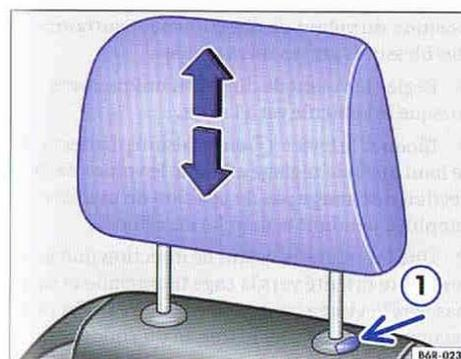
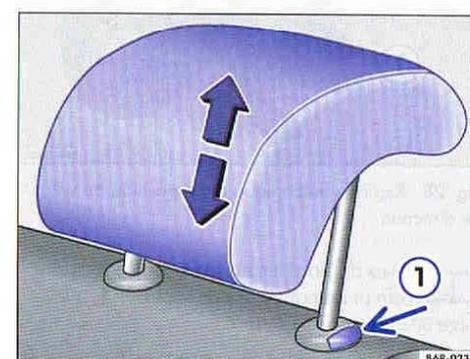

Fig. 26 Réglage ou dépose de l'appuie-tête avant.
Fig. 27 Réglage ou dépose de l'appuie-tête arrière
- Déplacez l'appuie-tête dans le sens de la flèche vers le haut ou, en maintenant la touche ① ⇒ page 53, fig. 26 ou ⇒ page 53, fig. 27 enfoncée, vers le bas ⇒ ▲.
- Retirez entièrement l'appuie-tête en appuyant sur la touche ① ⇒ page 53, fig. 26 ou ⇒ page 53, fig. 27.
- Déplacez vers le bas l'appuie-tête en appuyant sur la touche ① ⇒ page 53, fig. 26 ou ⇒ page 53, fig. 27.